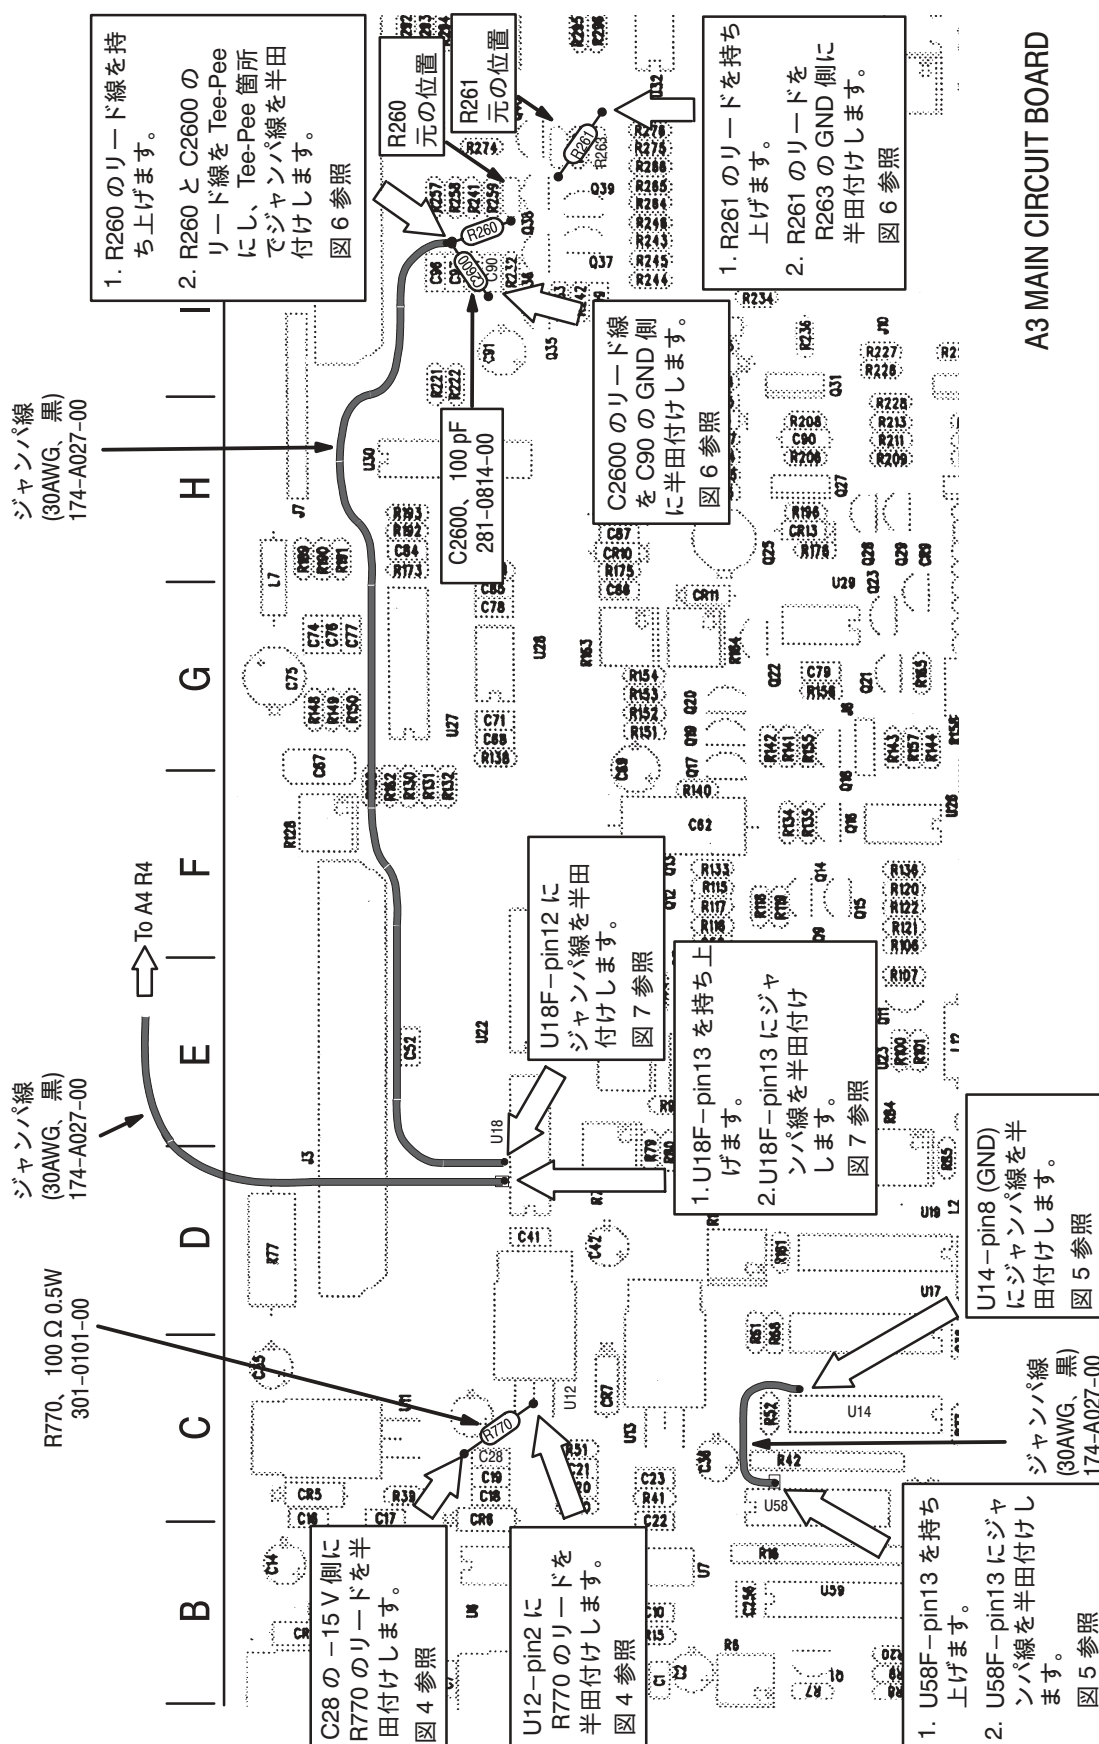

図 2: A3 メイン・ボードの回路変更箇所
2. A3 メイン・ボード上で、R770（301-0101-00: 100 Ω、0.5 W）を C28（-15 V 側）と U12 の 2 番ピン間に取り付けます。（図 2 と 4 を参照）
3. A3 メイン・ボード上で、持ち上げた U58 の 13 番ピンと U14 の 8 番ピンとをジャンパ線（174-A027-00: 30AWG、黒）で接続します。（図 2 と 5 を参照）
4. A3 メイン・ボード上で、R261 (100 Ω) の結線を変更します。(図 2 と 6 を参照)
5. A3 メイン・ボード上で、R260 と C2600 (281-0814-00: 100 pF) をテープ状に接続し、テープ部分と U18 の 12 番ピン間をジャンパ線で接続します。(図 2、6、および 7 を参照)
6. A3 メイン・ボード上の U18 の 13 番ピンと A4 コントロール・ボード上の R4 とをジャンパ線で接続します。(図 2、3、7、および 8 を参照)